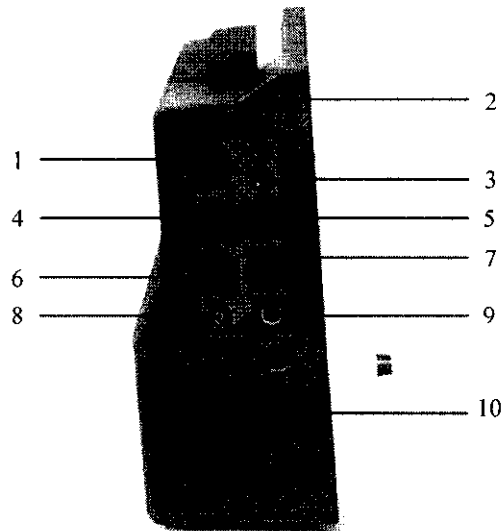
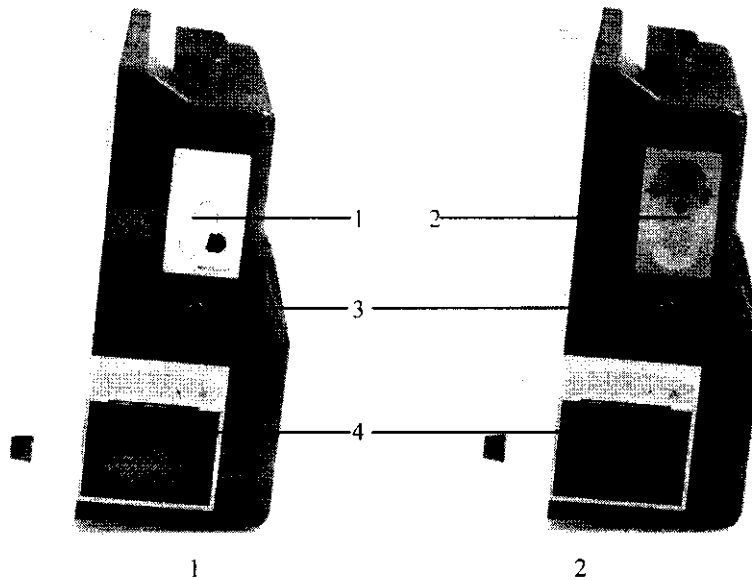

Figura 0-2 Panel lateral izquierdo
Figura0-3 Panel lateral derecho
- ⌘ Puede que su monitor esté equipado con el módulo CO₂ de Oridion, Welch Allyn o Medec. Como se muestra en la Figura 0-2 y la Figura0-3, se encuentran en una posición distinta y tienen otra apariencia. Cada monitor está equipado con un solo módulo CO₂.